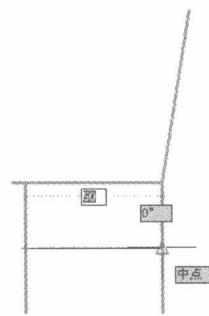
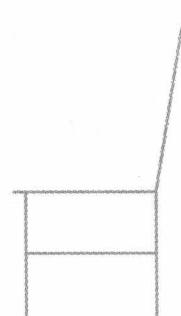

图 1-17 通过捕捉指定直线的第二点
图 1-18 绘制好的椅子侧面图
(2) 接着系统提示指定下一点或 \square ，此时捕捉并单击直线 BG 的中点，如图 1-17 所示。然后按回车键结束【直线】命令，绘图结果如图 1-18 所示。